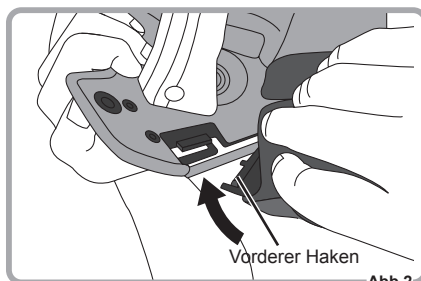

Abb.2
2. Schieben Sie den vorderen Haken des Wangenpolsters in den Halter am Helm ein. (Abb. 2)